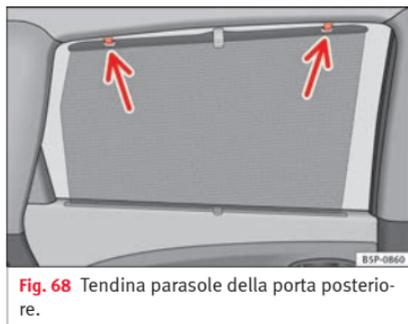

Fig. 68 Tendina parasole della porta posteriore.
– Srotolare la tendina e fissarla ai ganci sul telaio superiore della porta » fig. 68.